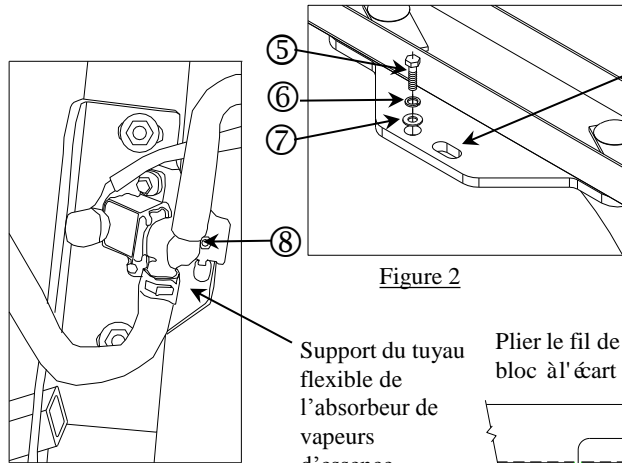

Figure 2
7. Poser le boulon 1/4", la rondelle plate et la rondelle frein à travers le trou de l'attelage côté conducteur, voir la Figure 2.